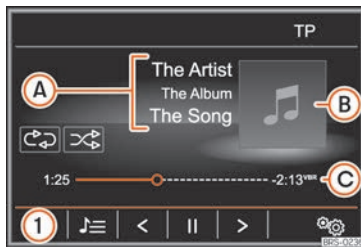

Fig. 210 Menú principal MEDIA.
- Pulse la tecla **MEDIA** del infotainment para abrir el menú principal *MEDIA* » **fig. 210**.